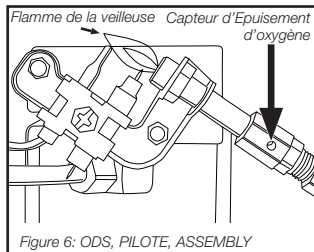

Figure 6: ODS, PILOTE, ASSEMBLY
LES PRECAUTIONS DEVANT ETRE PRISES LORSQUE L'APPAREIL NE DOIT PAS ETRE UTILISE POUR UNE CERTAINE PERIODE: Gardez toujours la zone de l'appareil claire et libre de matériaux combustibles, essence et autres vapeurs et liquides inflammables. Après le refroidissement du réchauffeur du magasin, arrangez-le dans un sac ayant une fermeture à glissière ou tout autre endroit exempt de poussière étanche après chaque utilisation. Gardez les zones de ventilation (fentes dans le bas et le haut à l'avant du réchauffeur) claire à tout moment. Inspectez visuellement et périodiquement la flamme du gaz pilote et le brûleur durant l'utilisation. Cette flamme de veilleuse devrait être de couleur bleue (pas jaune) et se prolonge à un thermocouple et entoure le thermocouple juste en dessous de la borne, voir figure 6. Une légère flamme jaune peut se produire lorsque la flamme de la veilleuse et la flamme principale se rencontrent. Le brûleur doit être de couleur orange vif (avec une légère couleur bleue autour du bord, une brume rouge-orange qui est visible sur la dalle de céramique est acceptable) et sans une flamme visible. Une flamme bleue qui sort au sommet de la dalle de céramique indique une accumulation de poussière, les peluches ou les toiles d'araignée à l'intérieur de l'assemblage du boîtier et l'assemblage du brûleur principal. Si la pilote est jaune ou le brûleur a une Figure 5 : «Relâchez le bouton». Figure 4 : "Adaptateur de Butane" Arbre d'Adaptateur Figure 6 Flamme de la veilleuse Capteur d'Epuisement d'oxygène JOINTS D'ETANCHEITE Mr. Heater | Portable Propane and Butane/Propane Mixture Heater 6 Operating Instructions and Owner's Manual flamme visible, le nettoyage peut être nécessaire. Utilisez la procédure suivante pour inspecter l'assemblage de boîtier et l'assemblage du brûleur principal. Il est nécessaire de vérifier périodiquement l'orifice du brûleur et le tube venturi du brûleur pour vous assurer s'il n'y a pas de nids d'insectes ou des toiles d'araignées qui peuvent s'accumuler au fil du temps. Tube. Un tube obstrué peut mener à un incendie.
7. Inspectez et nettoyez l'orifice du brûleur principal (filé dans le support de l'orifice). Orifice de support est fixé au venturi du brûleur par (2) deux vis.
8. Inspectez et nettoyez la pilote (monté sur support) en utilisant un aspirateur ou en appliquant une pression d'air à travers les trous dans la pilote indiquée par les flèches sur la figure 6. AVERTISSEMENT: N'utilisez jamais d'aiguilles, de fils, ou d'objets cylindriques similaires pour nettoyer la pilote afin d'éviter des dommages sur l'orifice calibré qui contrôle l'écoulement de gaz.